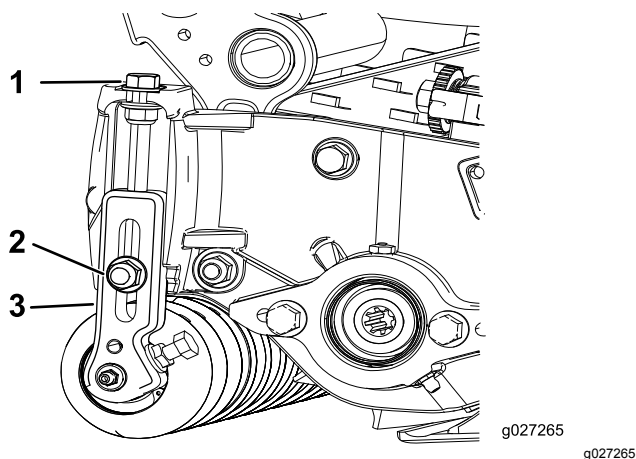

Рисунок 15
1. Ослабьте контргайки, которые крепят кронштейны высоты скашивания к боковым пластинам режущего блока (Рисунок 15).